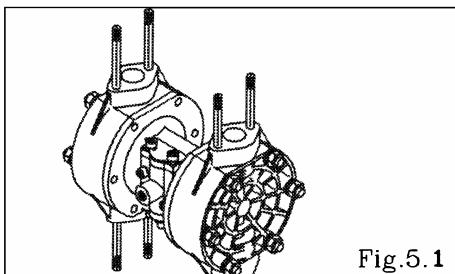

Fig.5.1
- Retire los 12 pernos retenedores de la cámara de salida y quítela. [Fig. 5.1]